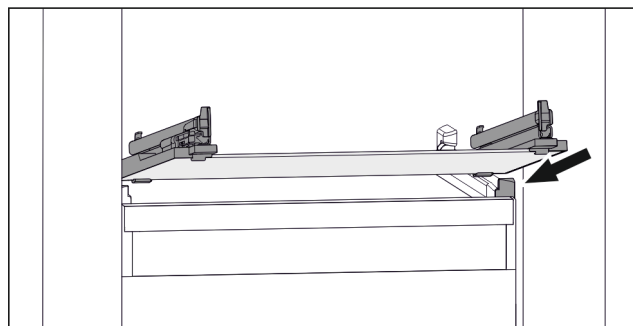

Fig. 47 Shembull ilustrues i pllakës së xhamit
- Vendosni pllakën e xhamit pjerrtas prapa ndaluesve. (shihni Fig. 47)